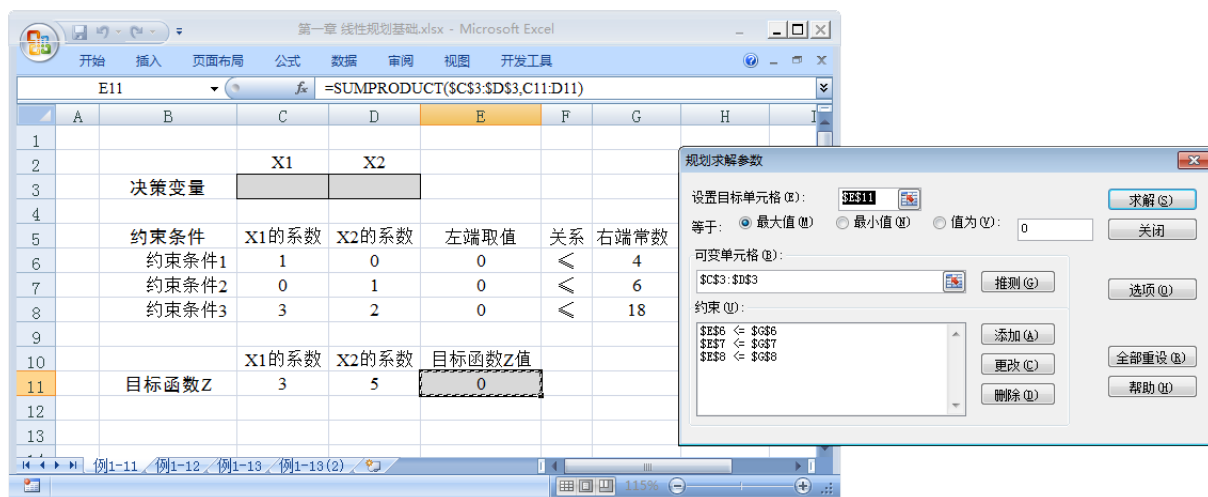
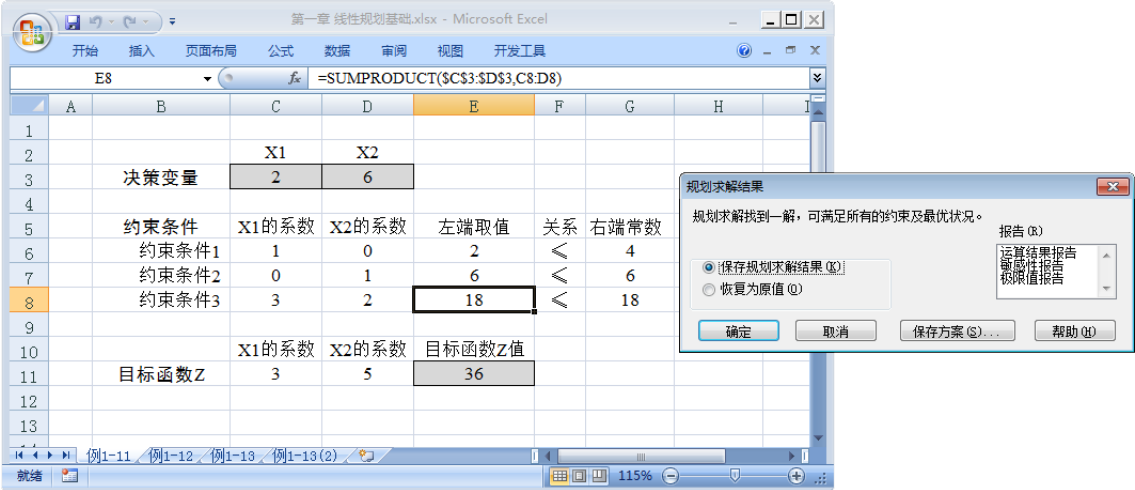

图 1-7 “规划求解参数”对话框设置
图 1-12 “规划求解结果”对话框
上述步骤全部完成后，就可调用Excel的规划求解工具进行求解。打开“规划求解参数”对话框，设定参数结果如图1-7所示。
按此方式再添加另外两个约束条件，就得到了如图1-7所示的输入结果。另外，由于本例中的3个约束条件不等式全部为“≤”约束，可以通过鼠标拖选，更快捷地将三个约束条件用一个“添加约束”对话框完成，如图：
*注意：由于采用了鼠标选择的方式，图1-7中“规划求解参数”对话框中的“设置目标单元格”显示为“\$E\$11”，这正是前面所说的对单元格E11的绝对引用，下同。
回到如图1-7的视图，点击“规划求解参数”对话框中的“求解(S)”按钮。求解完成的同时弹出了规划求解结果对话框，如图1-12所示。